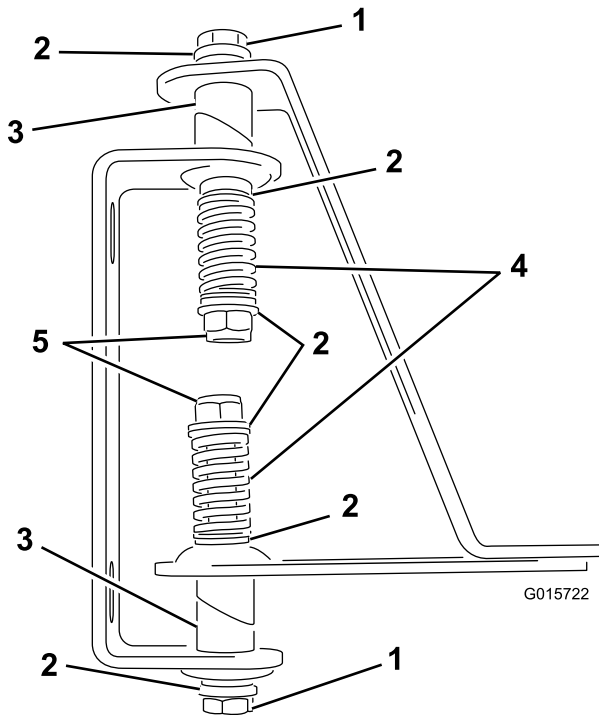

Bild 4
4. Stecken Sie die Schrauben durch die Öffnungen des geschweißten Rohrs, die Scharniere und Riemen (Bild 4).
- Setzen Sie eine Feder auf das Ende jeder Schraube (Bild 4).